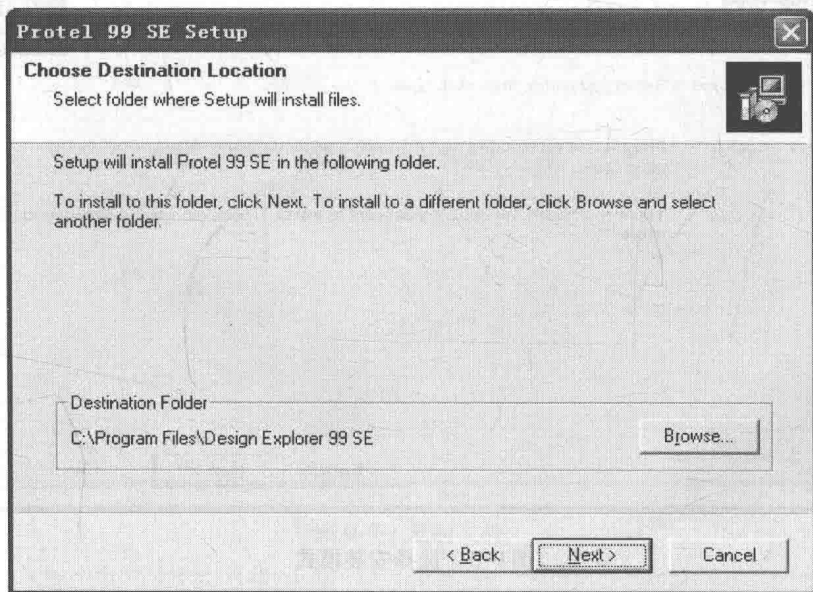
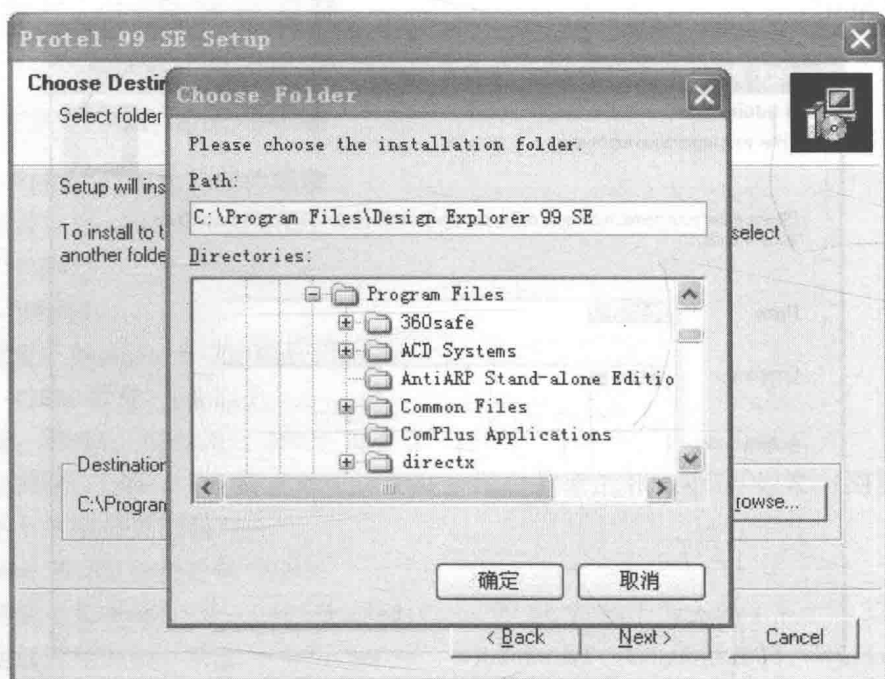

图 0-3 安装路径
图 0-4 更改安装路径
4) 进入安装路径,如图0-3所示。默认的安装路径为“C:\Program Files”,如需更改路径,则单击“Browse”更改即可,如图0-4所示。